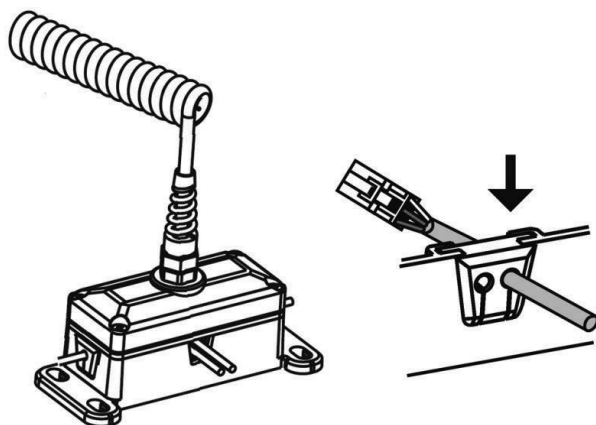

Рисунок 2 – Ввод кабелей в коробку распределительную
- Кабели от датчиков безопасности проведите в коробку распределительную (Рисунок 2), через уплотнительные вставки. Предварительно, выберите уплотнительные вставки из комплекта (для кабелей  $\varnothing 3,4$  мм – 3шт.; для кабеля  $\varnothing 4,4$  мм – 1шт.).